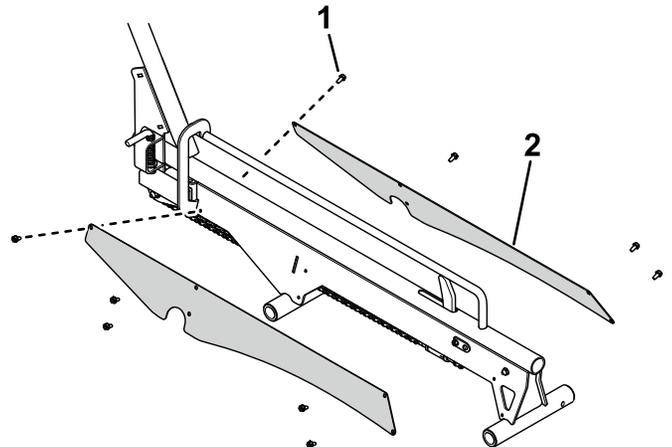

図 8
10. 六角ヘッドねじ10本で、チェーンカバーをランプアセンブリに固定する 図 8。